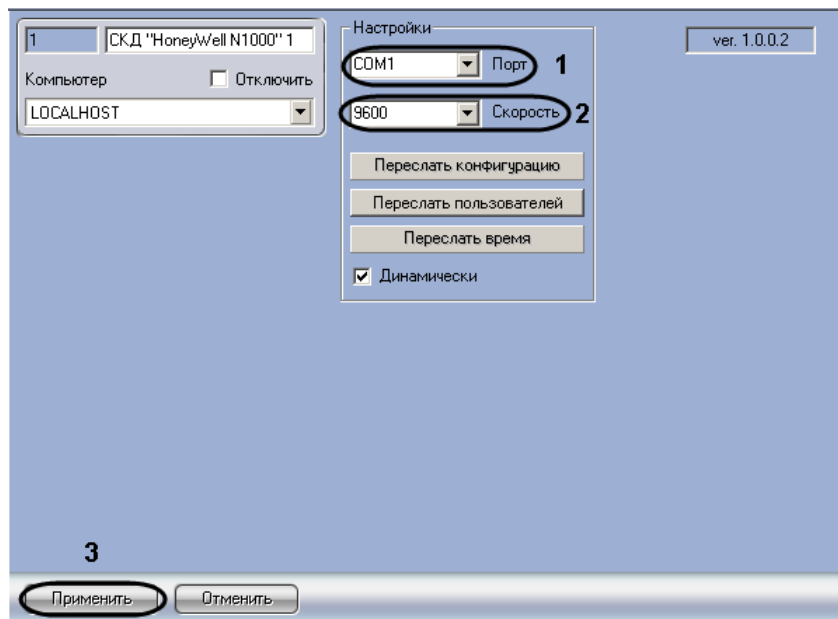

Рис. 3.2—2 Панель настроек объекта СКД “HoneyWell N1000”
2. Из раскрывающегося списка **Порт** выбрать COM-порт подключения устройств *СКУД HoneyWell N1000* к Серверу *Интеллект* (см. Рис. 3.2—2, 1).
3. Из раскрывающегося списка **Скорость** выбрать скорость передачи данных по COM-порту подключения устройств *СКУД HoneyWell N1000* к Серверу *Интеллект* (см. Рис. 3.2—2, 2).